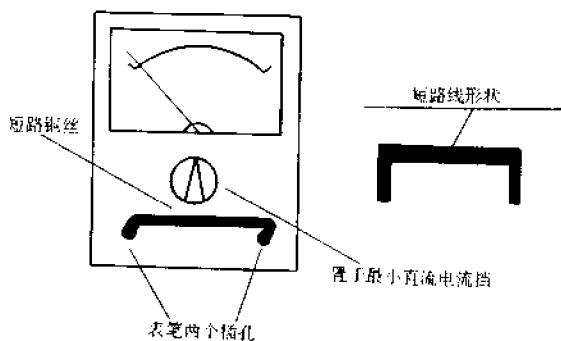

图 2-4 给万用表加装短路线
(2) 必须养成“单手操作”的习惯,即单手持握姿势握住两表笔进行测量。这样,即使不慎触电,也可避免电流经心脏流向另一只手。测量间隔远的两个点时,可预先把一支表笔固定在被测电路的公共地端,单手持另一支表笔去触碰测试点,保持精力集中,避免只顾看表,不小心将手触到电路中的带电部位。
(3) 使用万用表 2500 V 专用插孔测量高压时,注意要把插头插牢,防止因接触不良造成高压打火,或因插头脱落引起意外事故。测量显像管阳极 9~22kV 的超高压时,必须使用高压测试棒(如 FJ-37、FJ-50 等型号)。高压测试棒一般有四个引出端,其中的红、黑两个插头分别接万用表的正、负输入插孔,黑色鳄鱼夹固定在被测线路的公共地上,然后手持绝缘棒,只让探针部分与高压端相接触。操作者应与地面保持良好的绝缘。
(4) 严禁在测量较高电压(如 220V)或较大电流(如 0.5A 以上)的过程中拨动量程选择开关。也就是在测高电压或大电流时不能换挡,若需要换挡,应将万用表与被测电路脱开后才能进行。这是为了防止换挡瞬间电弧烧坏转换开关的触点,也是为了防止有时旋过头而旋到邻近挡而烧表。
(5) 在不知道电流、电压的大致范围时,应该先用最大的量程测量。这时,如指针偏转很小,再换用较小的挡次测量。试测时,若发现指针向右猛偏打表,则应立即断开。
(6) 严禁在被测电路带电的情况下测量电阻,也不允许用电阻挡去检查电池的内阻。因为这相当于接入一个外部电压,不但得不到正确的测量结果,而且极易损坏万用表。
(7) 检测电源电路中的滤波电容时,应先将电解电容器的正、负极短路一下进行放电,防止大电容上积存的电荷经万用表泄放,烧毁表头。
(8) 发现  $R \times 1$  挡不能调到欧姆零位时,即应考虑更换电池。注意新电池的极性不得插反,否则可能损坏万用表。对于使用数节 1.5V 电池串联供电的万用表,注意勿将新旧电池搭配使用,以免旧电池白白消耗新电池中的电能,缩短新电池使用寿命。
(9) 万用表使用完毕,应将量程选择开关拨至最高电压挡,防止下次开始使用时不慎烧表。有的万用表(如 500 型)设有空挡,用完后应将开关拨到“·”位置,使测量机构内部短路。也有的万用表(如 MF64 型)设置了 OFF 挡,用完后应将功能选择开关拨至此挡,使表头短路,起到防震保护作用。带运算放大器的万用表,其 OFF 挡是电源关断的位置。使用 MF101 等万用表时,每次用完后一定要关闭电源开关,以免空耗电池。
(10) 携带万用表外出时,要避免使万用表受到强烈振动。为此,可在两表笔插孔间插入一根导线。为使导线与插孔接触良好,导线两端可焊上一根直径略小于插孔的粗铜丝(或干脆用粗铜丝代替导线)略弯后插入孔中(见图 2-4),最后把表拨在